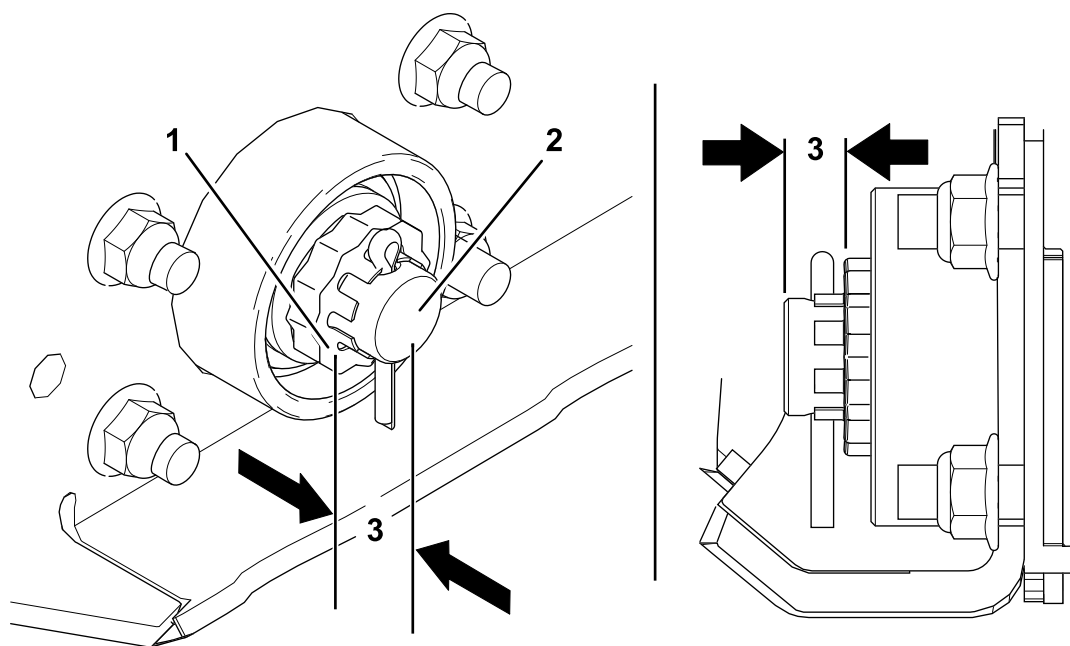

図 4
7. ローラー シャフトの一端に、ロックナットの面とローラー シャフトの端の間が 9.5 mmになるまで、ナットとロックナットを取り付けます。(図 4)。